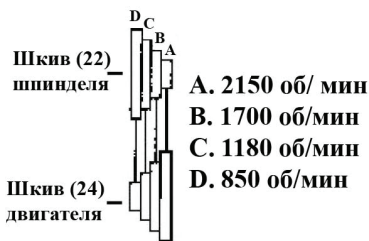

рис. 6
8.2.2. Ослабьте натяжение ремня привода 23 и затем измените частоту вращения шпинделя, переустановив приводной ремень 24 в нужную позицию (см. диаграмму скоростей на рис. 6). В таблице приведены рекомендации соответствия операции обработки заготовки частоте вращения шпинделя машины.